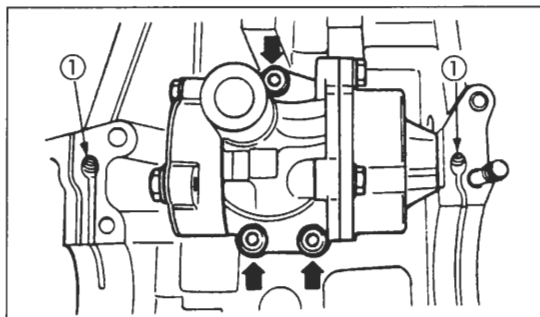

Bild 289
- Drei Befestigungsschrauben (Bild 289) ausdrehen und Ölpumpe abnehmen.
- Gehäuse mit drei Schrauben befestigen (10 Nm; Bild 289).